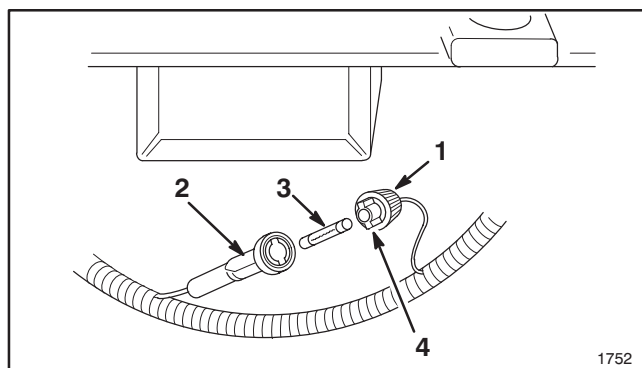

Abbildung 30
1. Die beiden Hälften der Sicherungshalterung gegeneinander drücken. Die Kappe der Sicherungshalterung drehen und die Sicherungshalterung öffnen (Abb. 30).